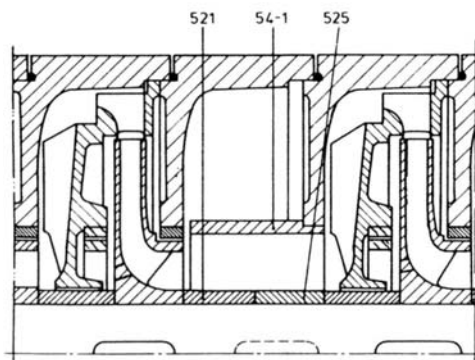

Figura 17 – Estágio cego
Caso a bomba deve operar em duas fases da instalação, com alturas manométricas diferentes, ou caso a altura manométrica tenha sido super dimensionada em relação a realmente existente de forma que, somente torneando os rotores não se conseguiria atender aos dados hidráulicos desejados, podem ser instaladas buchas cegas. Para tanto, retirar rotor e difusor do estágio a ser cegado e instalar luva distanciadora (525) e bucha cega (54-1). Vide Figura 17.